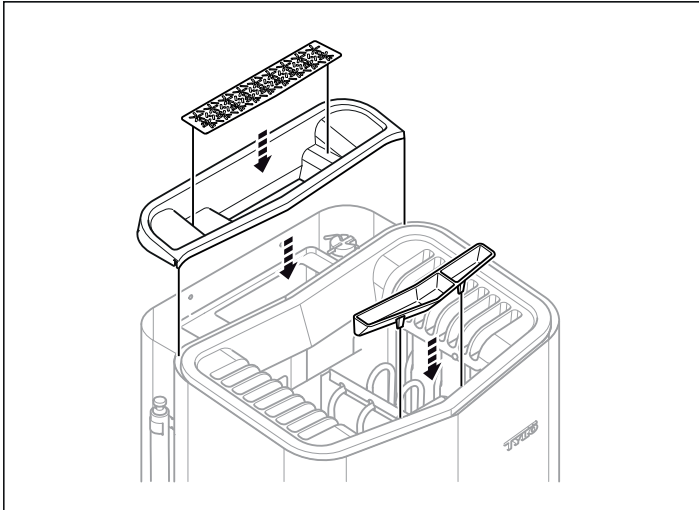

Figure 13 : Montage du couvercle du réservoir d'eau, de la grille à herbes aromatiques et du récipient à parfum/de l'humidificateur
11. Montez le couvercle du réservoir d'eau, la grille à herbes aromatiques et le récipient à parfum/l'humidificateur (voir figure 13).